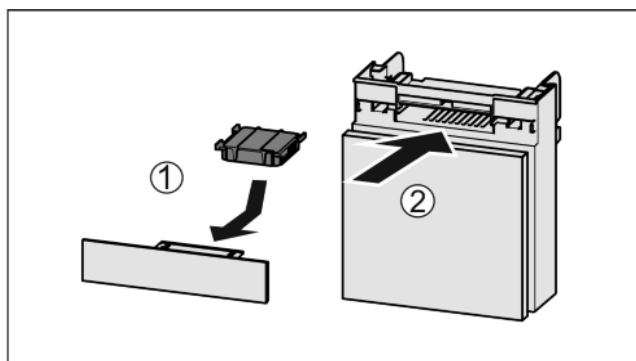

Fig. 50
- ▶ Установите фильтр с активированным углем, как показано на рисунке Fig. 50 (1).
- ▶ Вставьте отделение Fig. 50 (2).